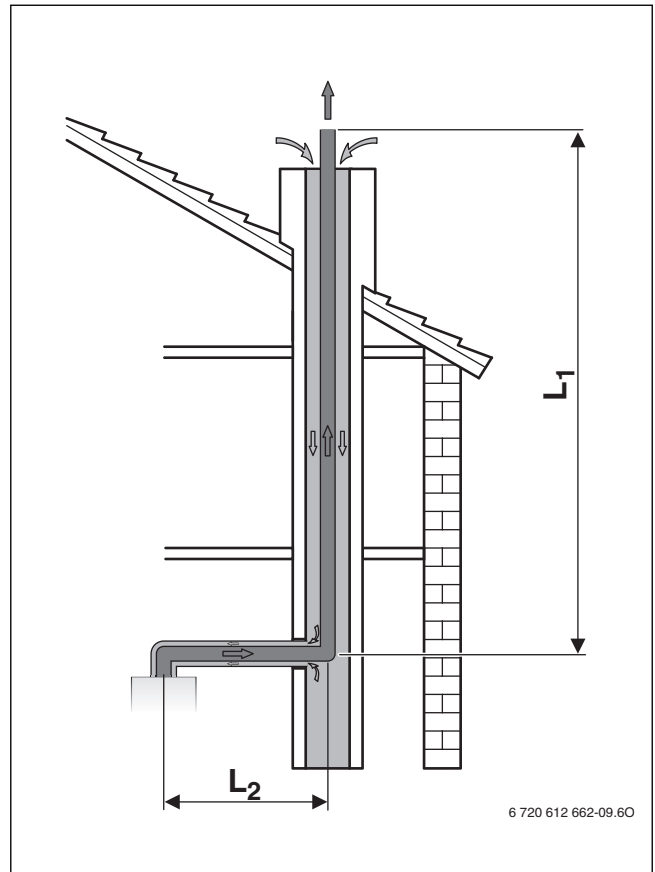

Fig. 14 Sistema di aspirazione/scarico tramite cavedio C₉₃
- Se l'alimentazione di aria per la combustione avviene nel cavedio, in controcorrente (→ fig. 14 e 15), il cavedio deve essere pulito.